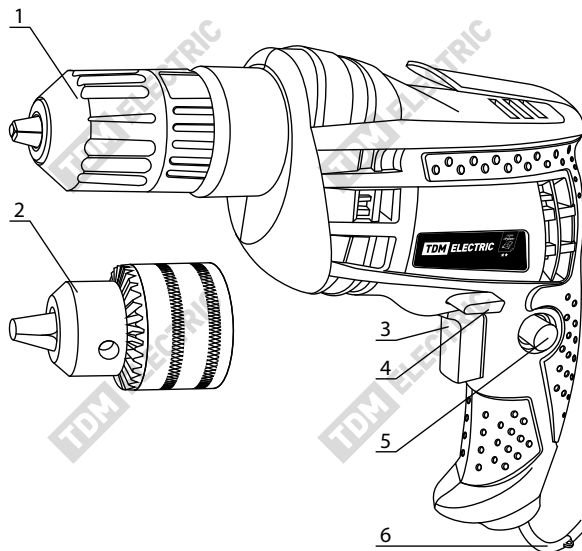

Рисунок 1. Органы управления и индикации
Вращайте втулку патрона (2) (здесь и далее см. рисунок 1 настоящего Руководства по эксплуатации) до необходимого диаметра раскрытия. Вставьте сверло в кулачки патрона. Затяните патрон, вращая ключ по часовой стрелке.
7.1. Установите переключатель реверса (4) (здесь и далее см. рисунок 1 настоящего Руководства по эксплуатации) вправо или влево, в зависимости от нужного направления вращения.